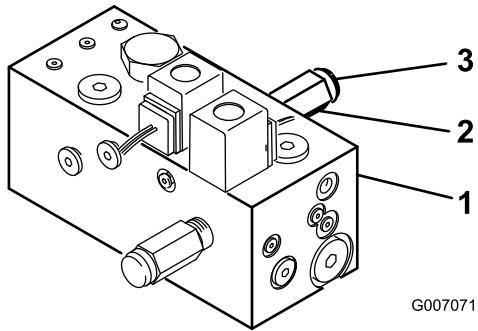

図 10
- マニホールドの後ろ側で、六角レンチを使ってリリーフ・バルブのキャップを外す。(図 10)。